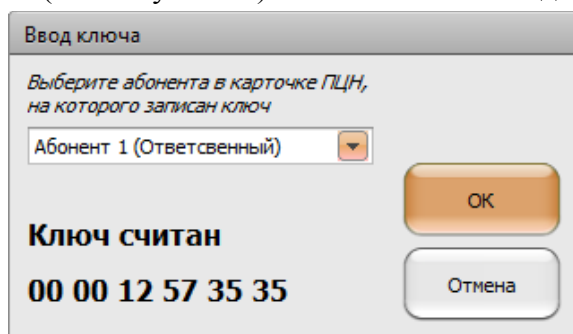

Рисунок 16.
6.33. Ввод ключей производится с помощью устройства ввода ключей (УВК). Перед использованием УВК на компьютере должен быть установлен драйвер «1 Wire Driver» из установочного пакета утилиты «ProgKO\_6EGM.exe». УВК подключается к порту USB компьютера. На соответствующей закладке, например «Зона1» выбирается абонент и нажимается кнопка «Ввод ключа». После успешного считывания ключа появляется транспарант (см. Рисунок 16). После чего необходимо нажать кнопку «ОК».